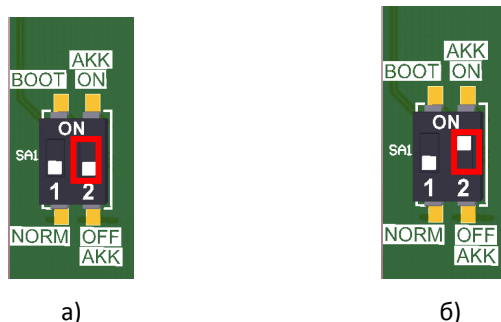

Рисунок 4. Переключатель **АКК**: а) тумблер **2** в положении **OFF**; б) тумблер **2** в положении **ON**.
2. Переставить тумблер 2 переключателя АКК из положения **OFF** в положение **ON** (см. рисунок 4 (б)).